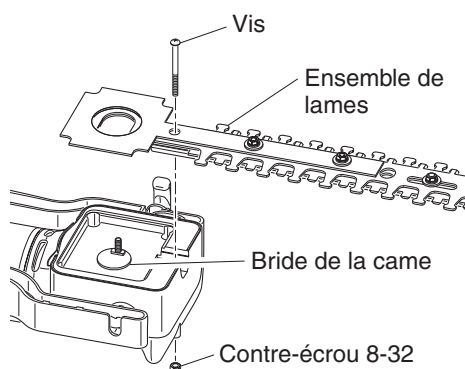

Figure 20 - Retrait de l'ensemble de la lame
5. Enlevez la vis qui retient l'ensemble de la lame (voir la Figure 20). **IMPORTANT :** Assurez-vous de ne pas desserrer le contre-écrou 8-32 qui fixe cette vis.